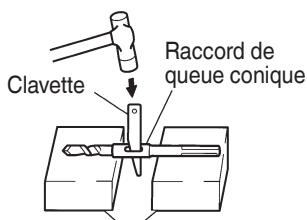

Fig. 13
- (2) Mettre l'appareil sous tension et percer un trou de base.
- (3) Après avoir retirer la poussière avec une seringue, fixer le mandrin à la pointe du sabot et l'enfoncer dans le sabot avec un marteau.
- (4) Pour retirer la mèche à queue conique, insérer une clavette dans la fente du raccord de queue conique, placer un support sous le marteau rotatif, et frapper sur la clavette avec un marteau. (Fig. 13)